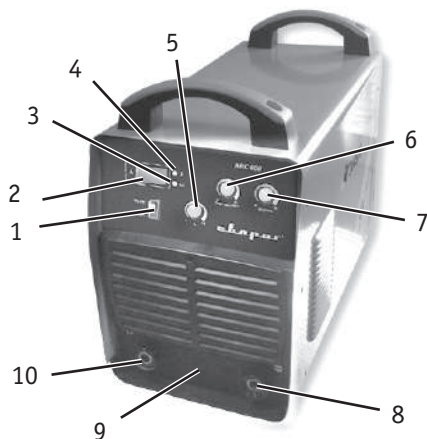

Рис. 1.1
2. Подсоедините сварочные кабели. На передней панели сварочного аппарата имеется две панельных розетки «+» и «-» (8 и 10) (**рис. 1.1**). Существует два способа подключения сварочных принадлежностей:
4. Установите способ сварки MMA с помощью регулятора (1) (**рис. 1.1.**).
5. Установите требуемую величину сварочного тока с помощью регулятора (5) (**рис. 1.1**) Устанавливайте значения сварочного тока, в зависимости от диаметра электрода, типа материала, требований технологического процесса и нормативной документации
6. Установите значение «горячего старта» (6) (**рис. 1.1**). Регулируя величину «горячего старта» добейте, чтобы зажигание дуги происходило легко, с одного касания, а электрод не прилипал к металлу.
7. Установите значение «форсажа дуги» (7) (**рис. 1.1**). Регулятор форсажа дуги служит для облегчения процесса сварки, особенно при малых значениях сварочного тока, установите значение форсажа дуги в зависимости от конкретных условий сварки.
Аппараты данной серии предусматривают возможность подключения пульта дистанционного управления. При использовании пульта дистанционного управления, подключите кабель дистанционного управления в соответствующий разъем в нижней части передней панели сварочного аппарата (9) (**рис. 1.1**) и зафиксируйте его.
1. Выберите режим TIG на передней панели аппарата. (1) **(рис. 1.1)**.
2. Вставьте разъем горелки со специальным силовым наконечником с подводом газа в соответствующий разъем со знаком «-» (8) **(рис. 1.1)** на панели аппарата, поверните его до упора по часовой стрелке, плотно зафиксируйте.
3. Вставьте обратный кабель в гнездо, помеченное знаком «+» (10) **(рис. 1.1)** на передней панели, закрутите ее по часовой стрелке. Закрепите заземляющий зажим на заготовке.